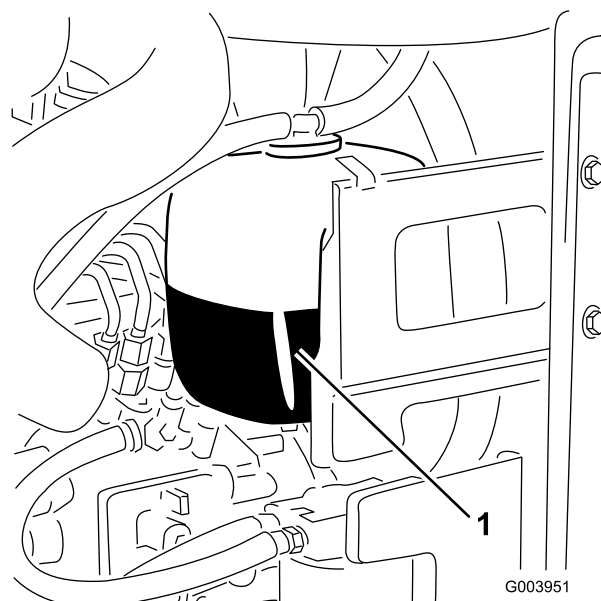

Figura 73
1. Controllate il livello di refrigerante nel serbatoio di espansione (Figura 73).